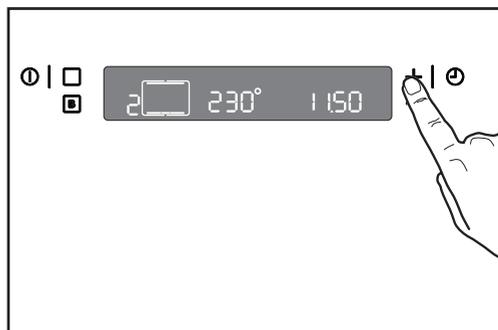

Рис. 6
1. Чтобы увеличить или уменьшить установленную по умолчанию температуру, нажмите сначала кнопку , а затем кнопку “-” или “+”. При этом начнет мигать символ “°” (Рис. 6).